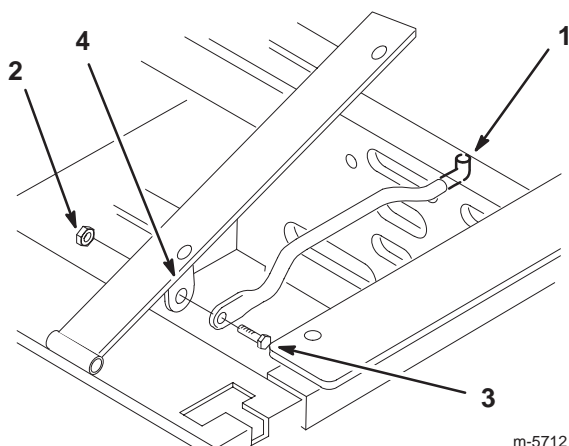

Bild 3
1. Kippen Sie den Sitz hoch. Lösen Sie die Sicherungsmutter (5/16") von der Schraube, die die Haltestange am Sitzrahmen befestigt (Bild 3).
2. Entfernen Sie die Haltestange vom Sitz und führen Sie das L-förmige Stangenende durch die Öffnung direkt über der linken Hydraulikpumpe (Bild 3).
3. Halten Sie die Sitz-Haltestange außen an die Befestigungsleiste für den Sitz; sichern Sie die Haltestange mit einer Schraube (5/16 x 1") und einer Sicherungsmutter (5/16") (Bild 3).